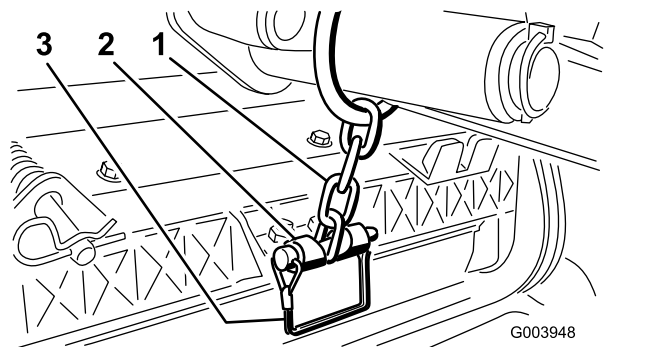

図 12
**注** カuttingユニットをステアリングモードで使う場合はスロットを使い、固定モードで使用する場合には、穴を使う 図 12。
14. スナッパピンで、昇降アームのチェーンをチェーンブラケットに固定する 図 12。